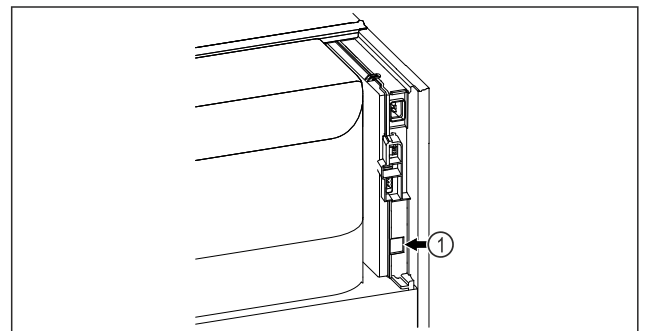

Fig. 127
- SmartModule Fig. 127 (1) встановлено.